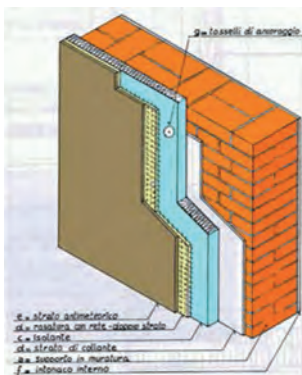

Figura 3.
• **l'isolamento termico a cappotto** consiste nell'applicazione sull'intera superficie esterna verticale dell'edificio di pannelli isolanti che vengono poi coperti da uno spessore sottile di finitura realizzato con particolari intonaci. Dal punto di vista tecnologico, esso comporta l'applicazione di un rivestimento isolante sulla parte esterna delle pareti dell'edificio, così da correggere i ponti termici e ridurre gli effetti indotti nelle strutture e nei paramenti murari dalle variazioni rapide o notevoli della temperatura esterna (Figura 3). Il sistema consente di mantenere le pareti d'ambito a temperatura più elevata, evitando fenomeni di condensa e aumentando il comfort abitativo. Inoltre, comportando un intervento dall'esterno, esso evita disagi agli occupanti le abitazioni stesse in cui è richiesto l'intervento. Nel dettaglio, la tecnica consiste nella preparazione preventiva delle superfici esterne dei manufatti, nell'applicazione su di esse tramite incollaggio, dei pannelli isolanti di natura, consistenza e spessore ritenuti più idonei, nella rifinitura con intonaco rasante a due strati da applicare "bagnato su bagnato" o in tempi immediatamente successivi l'uno dall'altro, con interposta rete in fibra di vetro di vario tipo, ed infine con trattamento superficiale di finitura.